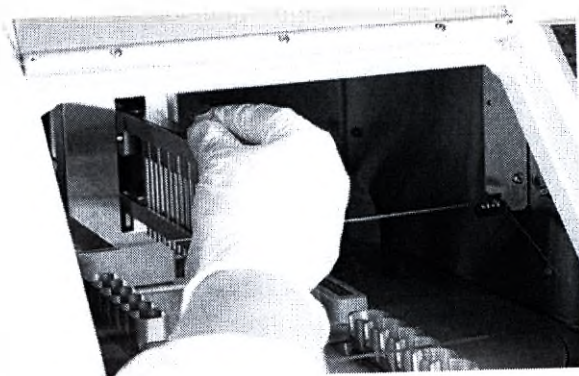

Рисунок 3-15. Удаление двух винтов, расположенных в верхней части магнитной головы
4. Выньте магнитную голову, открутив по часовой стрелке два винта, расположенные в ее верхней части (Рисунок 3-15). При извлечении магнитной головы KingFisher Duo будьте осторожны, чтобы не повредить ее о раму держателя гребенки наконечников.